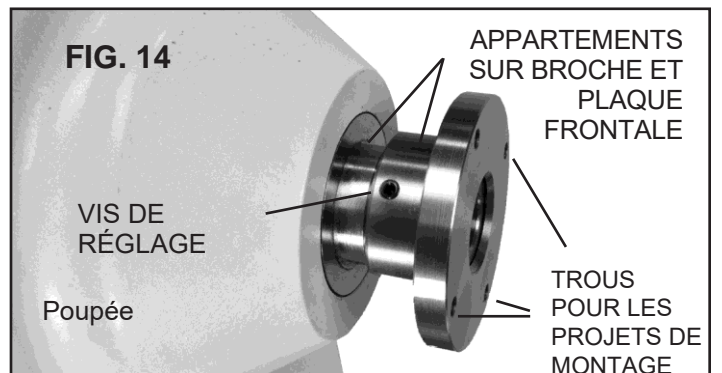

FIG. 15
Pour RETIRER la plaque avant, desserrez d'abord les vis de réglage. L'axe et le moyeu arrière de la plaque frontale ont chacun des méplats destinés à être utilisés avec des clés plates. Figure. 14. Ensuite, utilisez les 2 clés extra larges à double extrémité (V) (38 mm / 46 mm) pour maintenir la broche et également pour maintenir le moyeu arrière de la plaque avant pour retirer la plaque avant. Utilisez le même processus pour retirer un mandrin. Figure 15.